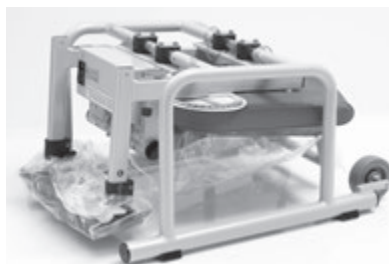

Fig. 2
- Reinscrivere il portafusibili dopo la sostituzione dei fusibili (Fig. 2). Accertarsi che il portafusibili scatti correttamente in posizione.